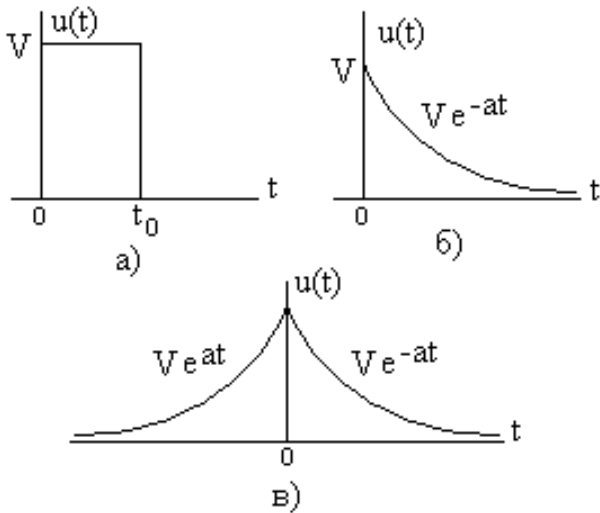

Рис. 9
6.2. Определите комплексные спектральные плотности, спектры амплитуд и фаз одиночных сигналов, показанных на рис. 9, постройте их графики.